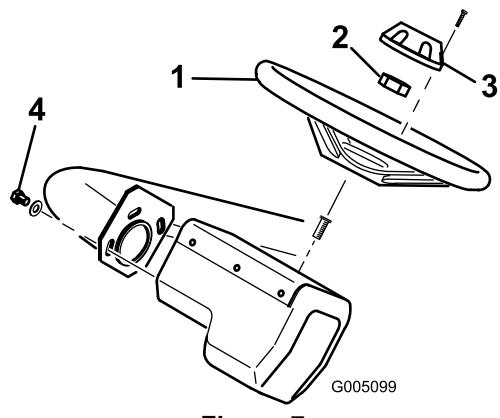

Figure 7
1. Glissez le volant sur l'arbre de direction et fixez-le avec l'écrou de blocage (Figure 7). Serrez l'écrou à 43 Nm.
2. Fixez le couvre -moyeu au volant avec la vis (Figure 7).
Remarque: Le volant peut être réglé en avant et en arrière pour plus de confort. Pour ce faire, desserrez les trois vis de fixation, pivotez le volant à la position voulue et resserrez les vis (Figure 7).